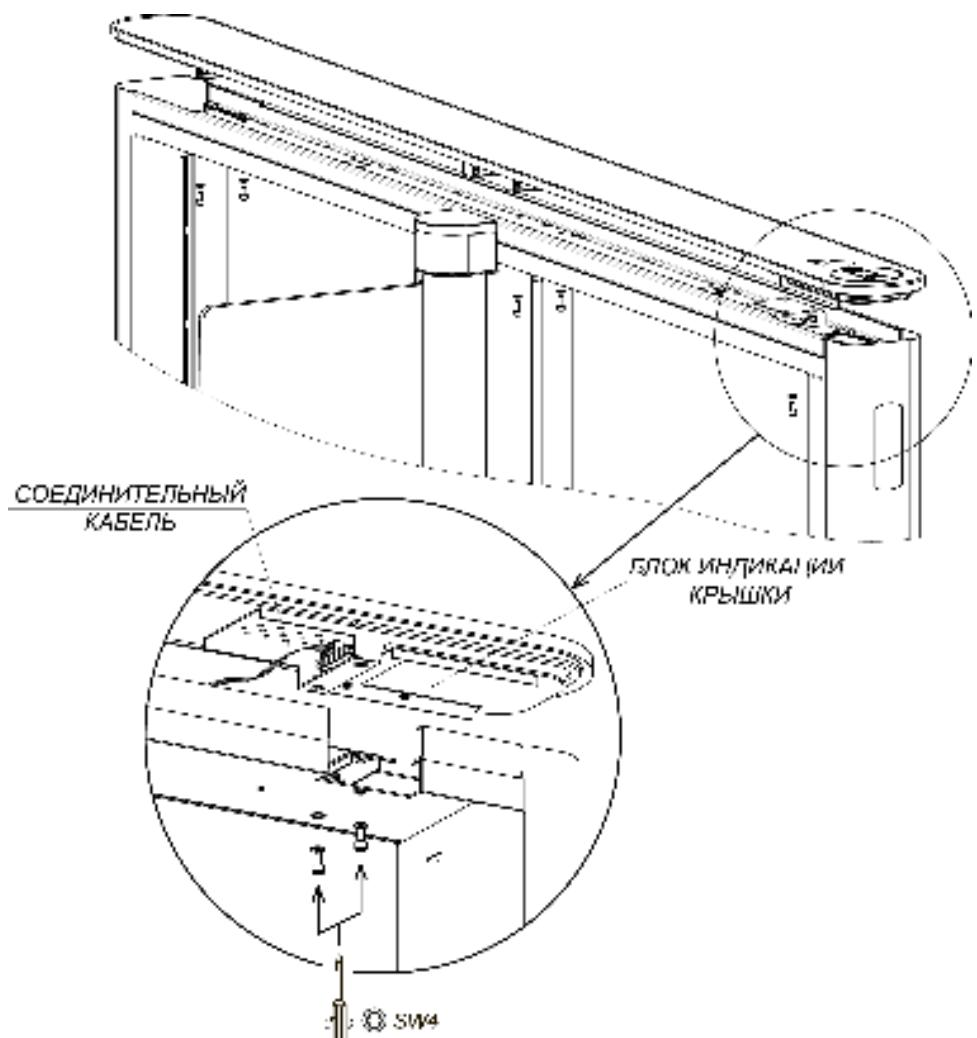

Рисунок 24. Установка крышки секции STC-01G (SDC-01G)
**Порядок монтажа верхней крышки секции STC-01GS (SDC-01GS) (см. рис. 24):**